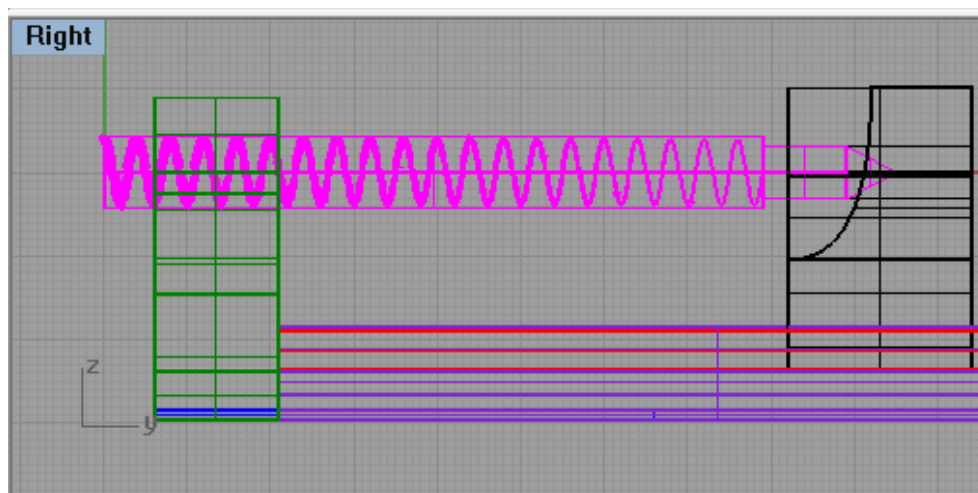

**Figura 5.64**
18.- Se creará una guía como se muestra en la figura 5.64